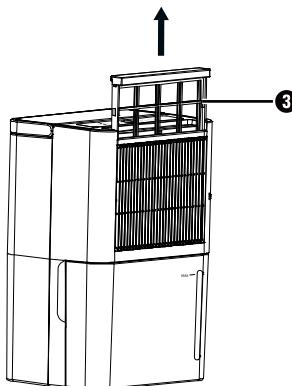

Fig. 6
- ◆ Opriți aparatul și scoateți ștecărul ⑫ din priză.
- ◆ Filtrul de aer ③ se află în spatele grilei de admisie a aerului ②. Prindeți cu degetele marginea de prindere a filtrului de aer ③ și trageți-l în sus din aparat (a se vedea fig. 6).